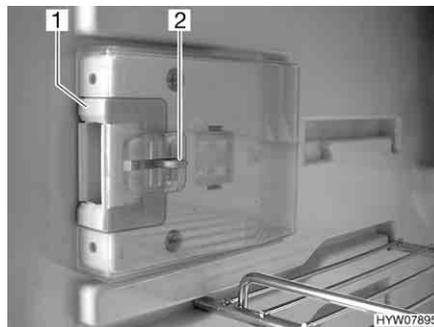
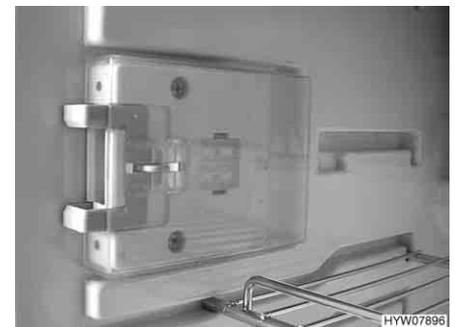

Fig. 221 Dispositivo de cierre en posición normal
Fig. 222 Dispositivo de cierre en posición de ventilación
■ Hundir el desbloqueo (Fig. 221,2).
■ Empujar el dispositivo de cierre (Fig. 221,1) hacia delante (Fig. 222).